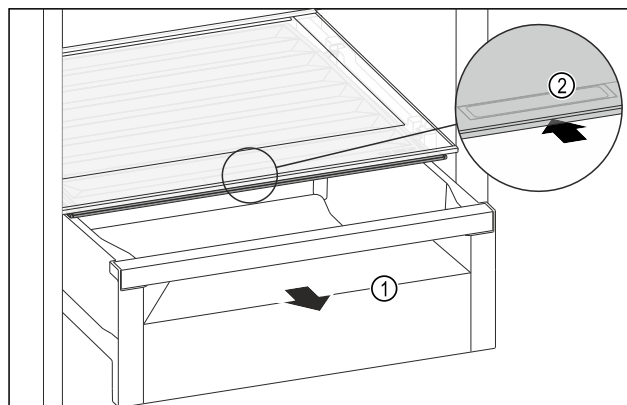

Fig. 109
- Wyciągnąć szufladę Fig. 109 (1).
- ▶ Chwycić uchwyt wpuszczany Fig. 109 (2) na pokrywie komory i przesunąć pokrywę jednocześnie do tyłu.